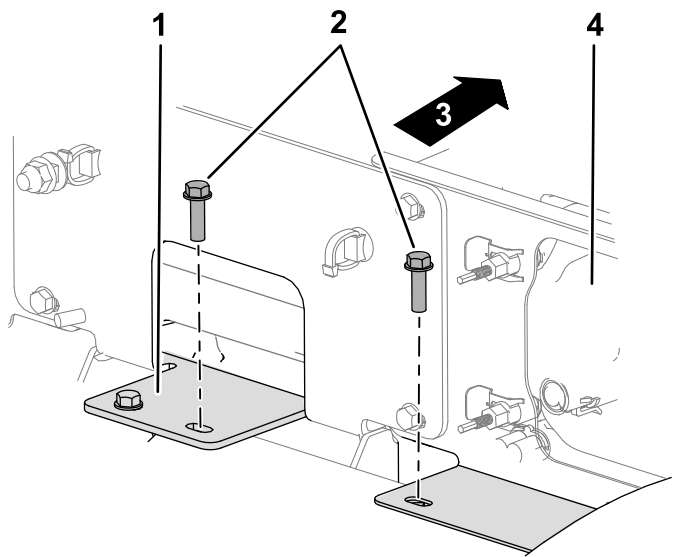

図 36
3. 下側ヘッドライトサポートのところでは右側ヘッドライトの内側で、ヘッドライトブラケットをヘッドライトに固定している六角ワッシャヘッドボルト 2本 1/4 x 7/8"を外す 図 36。